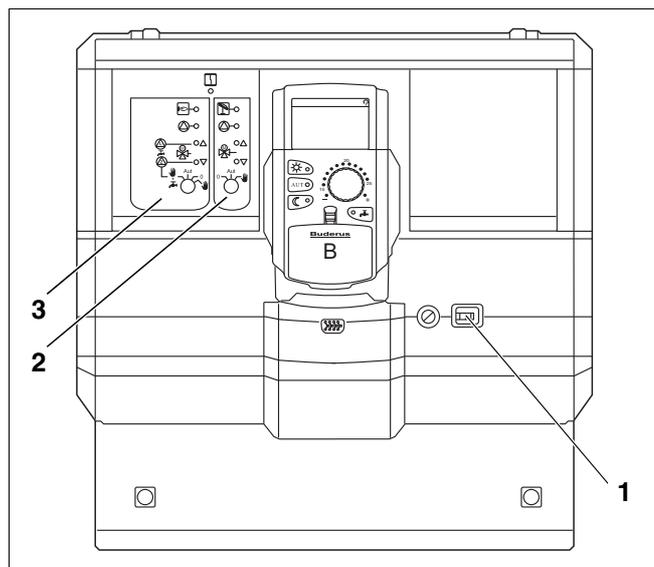

fig. 25 Logamatic 4121
- Ligar a unidade de regulação no interruptor de serviço (→ fig. 25, [1]).
- Ajustar o circuito de aquecimento 1 (se necessário + água quente) (→ fig. 25, [3]), no selector , para a posição Manual  ou .
- Ajustar o circuito de aquecimento (→ fig. 25, [2]), no selector , para a posição Manual .